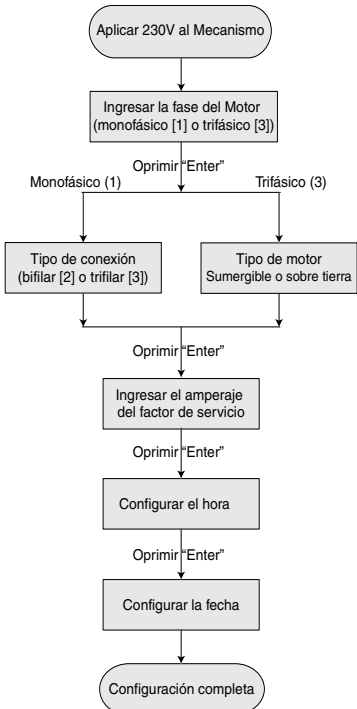

Figura 10 - Guía de configuración del Mecanismo de Accionamiento
- 1. **Programa el Mecanismo de Accionamiento:** Encienda el PENTEK INTELLIDRIVE. *Setup Guide* (Guía de configuración) aparecerá en la pantalla. Siga el orden que se muestra en la Figura 10 al pulsar las teclas.